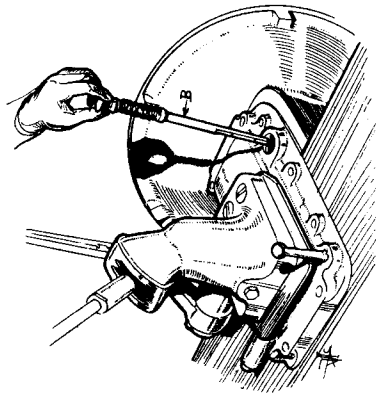

Fig. 19
**BOITE DE VITESSES (fig. 19).** — En même temps qu'on procède à la vidange du moteur, vérifier le niveau d'huile dans la boîte au moyen de la jauge B. Compléter si nécessaire.